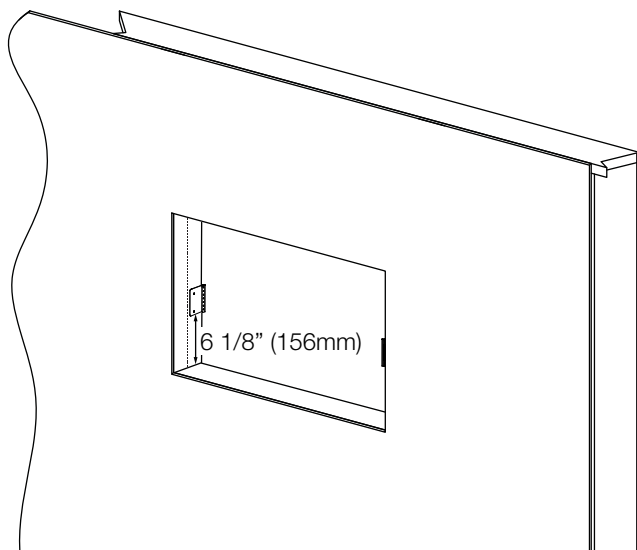

FIG. 1
- D. Pour déterminer l'emplacement d'installation du support de montage, assurez-vous d'aligner le bord du support de montage à $1/4"$ (6,4mm) du centre du goujon et à $6 1/8"$ (156mm) du bas du goujon (FIG. 1 & 2).